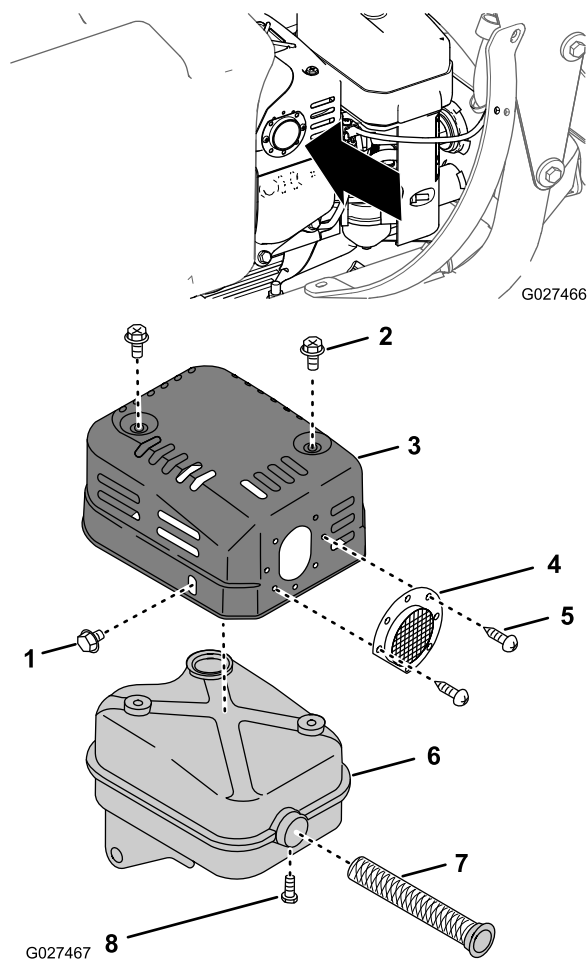

Figure 70
- Retirez les 2 vis autotaraudeuses qui fixent le filtre d'extrémité au couvercle du silencieux, et déposez le filtre (Figure 70).
- Retirez les 2 boulons et le boulon à embase qui fixent le couvercle de silencieux au silencieux (Figure 70).
- Retirez la vis autotaraudeuse qui fixe le pare-étincelles au silencieux et déposez le pare-étincelles (Figure 70).